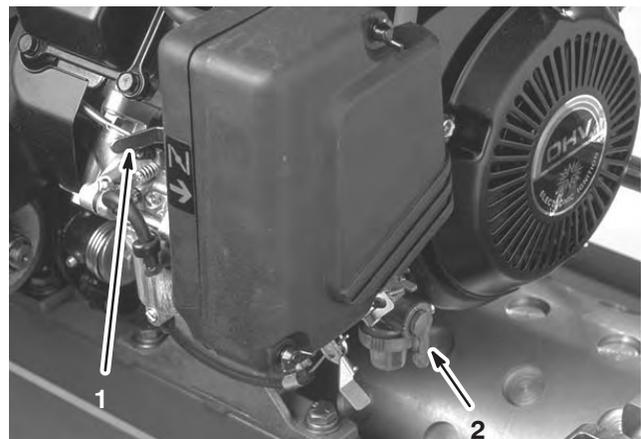

Figure 22
Manette de starter (Fig. 22)
Robinet d'arrivée de carburant (Fig. 22)
2. Ouvrez le robinet d'arrivée de carburant sur le moteur (Fig. 22).
5. Réglez le levier de starter (Fig. 22) à mi-course pour démarrer le moteur à froid. Le starter n'est pas toujours nécessaire pour démarrer un moteur chaud.